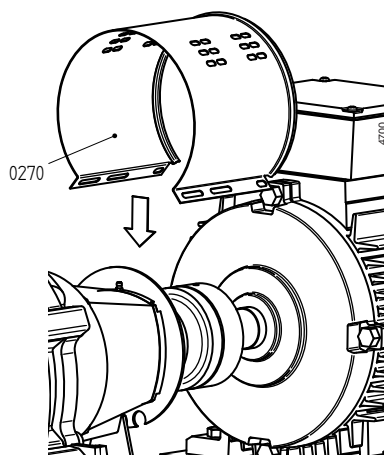

Рисунок 10: Установка кожуха на стороне двигателя
- 2 Снимите оба кожуха (0270). См. Рисунок 10.